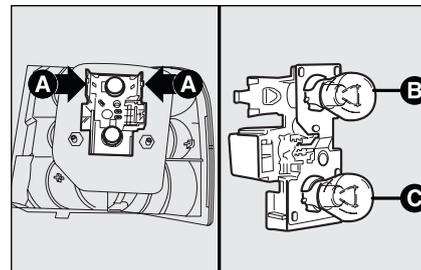

fig. 38
- comprimer vers l'intérieur, les ailettes **A-fig. 38** de blocage porte-lampe de manière à l'enlever de son emplacement;